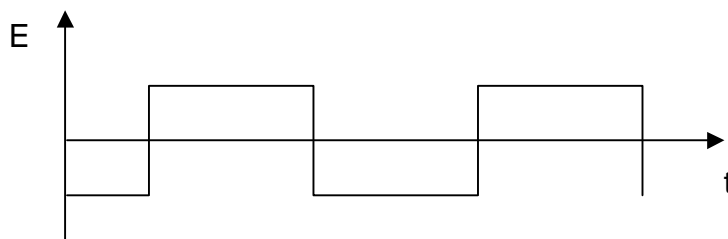

FIGURE 5.2 FORME D'ONDE RECTANGULAIRE
- **Onduleurs à onde rectangulaire** (Figure 5.2) : L'onde de sortie est rectangulaire. L'amplitude de l'onde de sortie dépend de la valeur de la tension d'entrée.